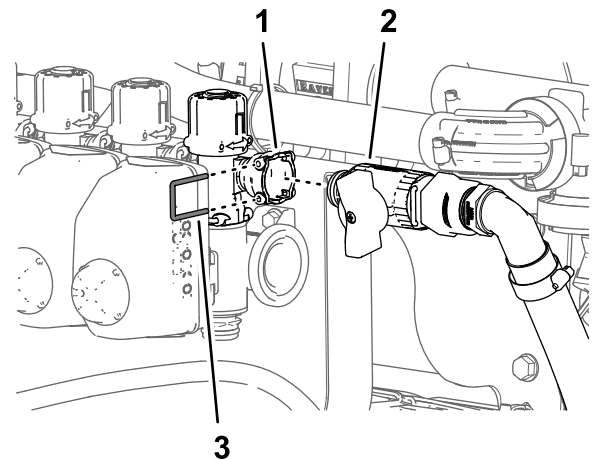

图112
1. 将旁通切断阀的快速断开接头安装到旁通阀的快速断开接头槽图112。
2. 用在 调整旁通软管的位置——带可选手喷枪杆套件或电动软管卷套件的机器 \(页码 37\) 的步骤 3 中卸下的卡环图112固定旁通切断阀的快速断开接头和旁通阀。